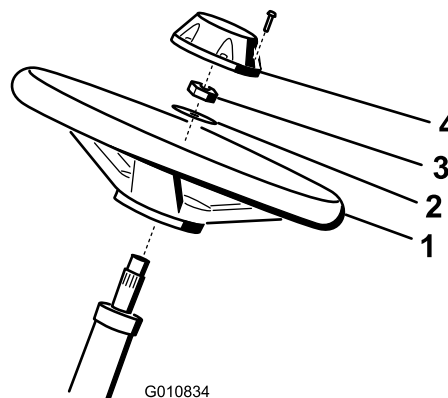

Figure 3
1. Glissez le volant sur l'arbre de direction (Figure 3).
2. Glissez la rondelle sur l'arbre de direction (Figure 3).
- Fixez le volant sur l'arbre avec un écrou de blocage serré à un couple de 27 à 35 Nm (Figure 3).
- Fixez le couvre-moyeu au volant avec une vis (Figure 3).